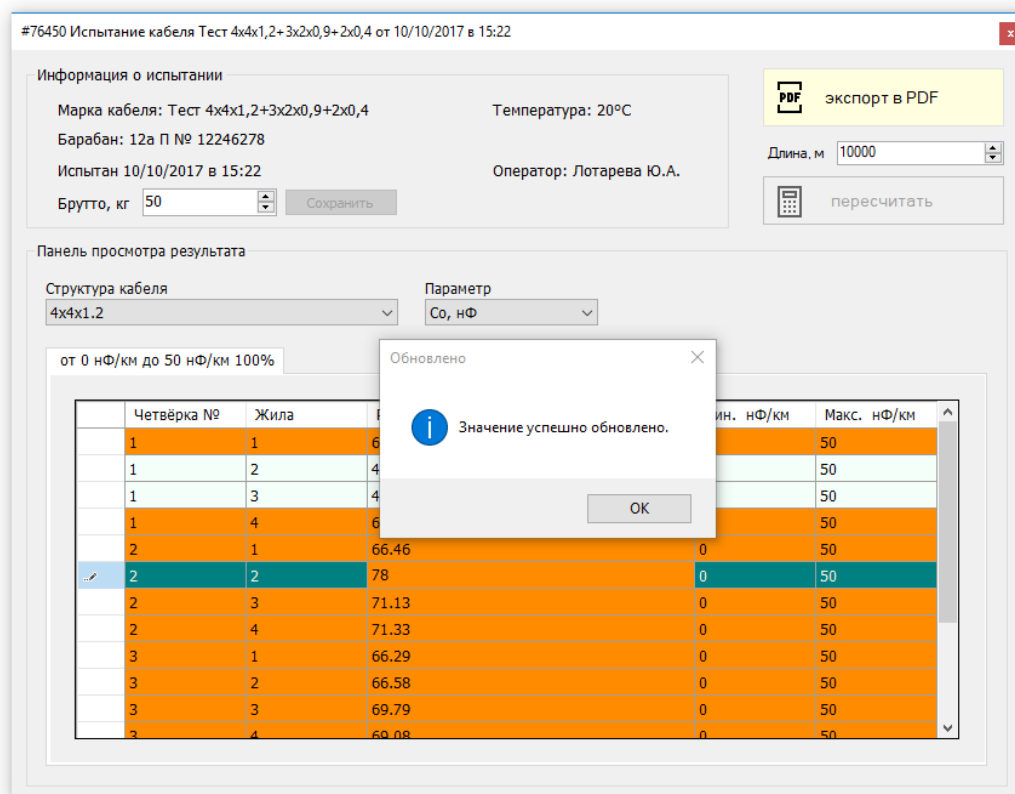

Рисунок 16: Сообщение о сохранении нового значения результата
- 3) Если результат сохранён вы увидите сообщение об успешном сохранении результата (рисунок 16).